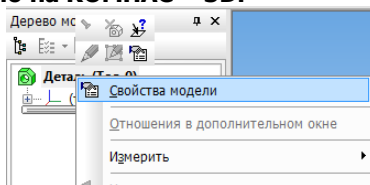

Рис. 2
4. Вызвать контекстное меню (нажать правую клавишу мыши) на слове **Деталь** (в верхнем левом углу) в **Дереве модели/** выбрать пункт **Свойства модели** (см. рис. 2).